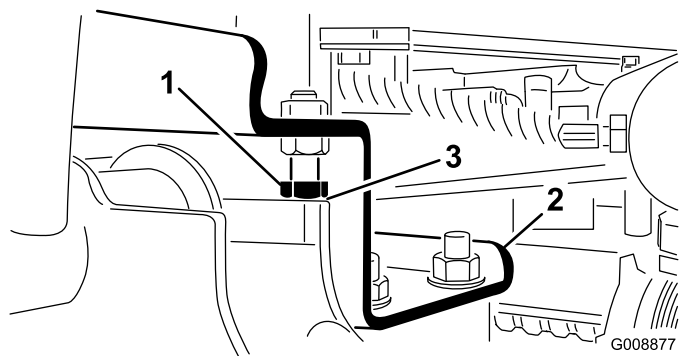

図 12
A. ストップボルトを戻す 図 12。
2. 各昇降アームとストップボルトとの隙間が 0.13-1.02 mm の間にあることを確認する(図 12)。この範囲になればストップボルトを調整する。